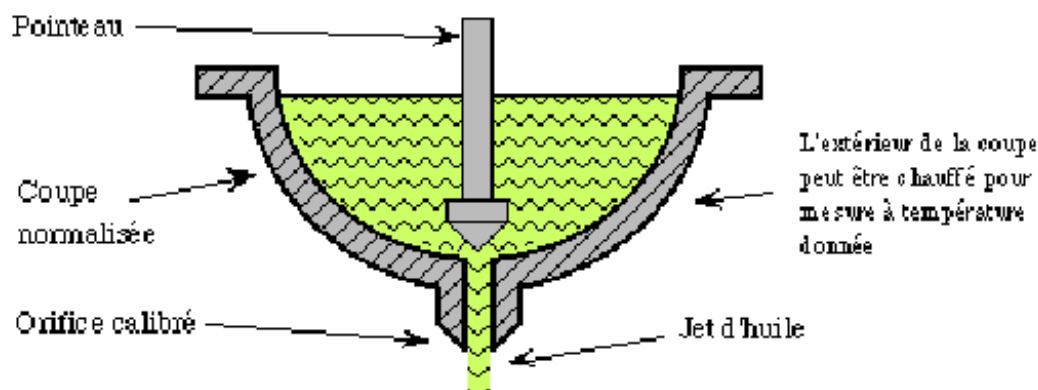

Fig.5
- b) **Viscosimètre à coupe** : on mesure le temps d'écoulement d'une certaine quantité d'huile contenue dans une coupe à travers un orifice calibré percé à sa base. Un nomogramme permet à partir de ce temps d'obtenir la viscosité cinématique. Le résultat par cette méthode est plus précis et normalisé. Les coupes peuvent être chauffées pour des mesures de viscosité à différentes températures (mesure de IV), fig.5.